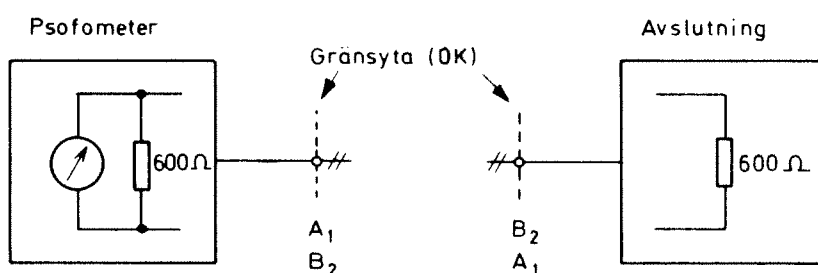

Bild 6.
- Anslut psfometern och avslutningen (600Ω) enligt bild 6.